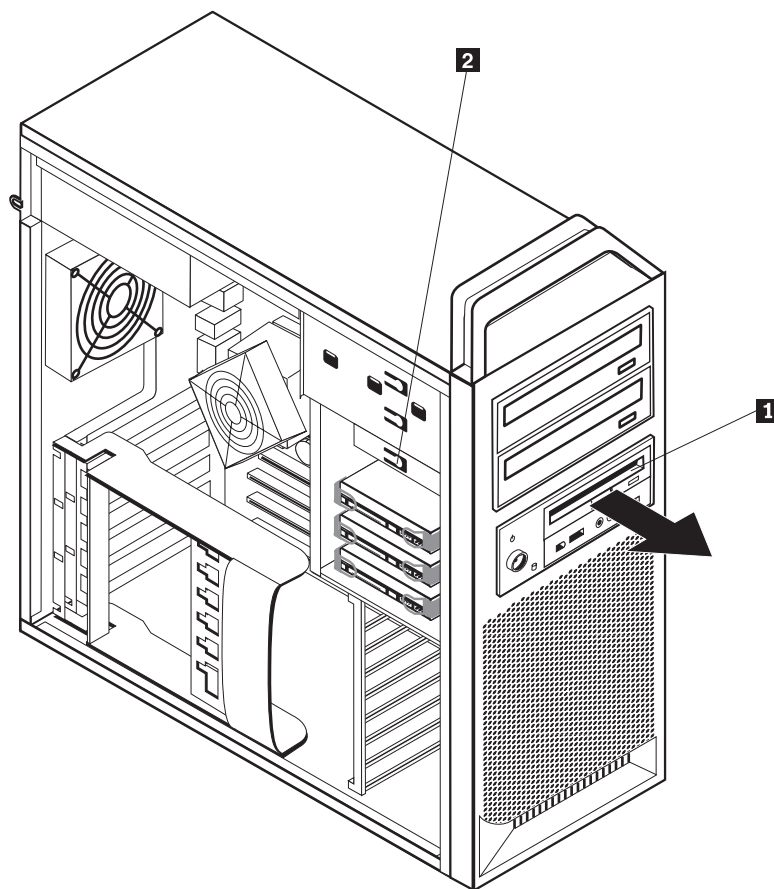

Figura 22. Extracción de la unidad de disquetes o la unidad de lector de tarjetas opcional
5. Presione el pestillo de la unidad **1** y deslice la unidad para sacarla del chasis. Consulte la Figura 22.